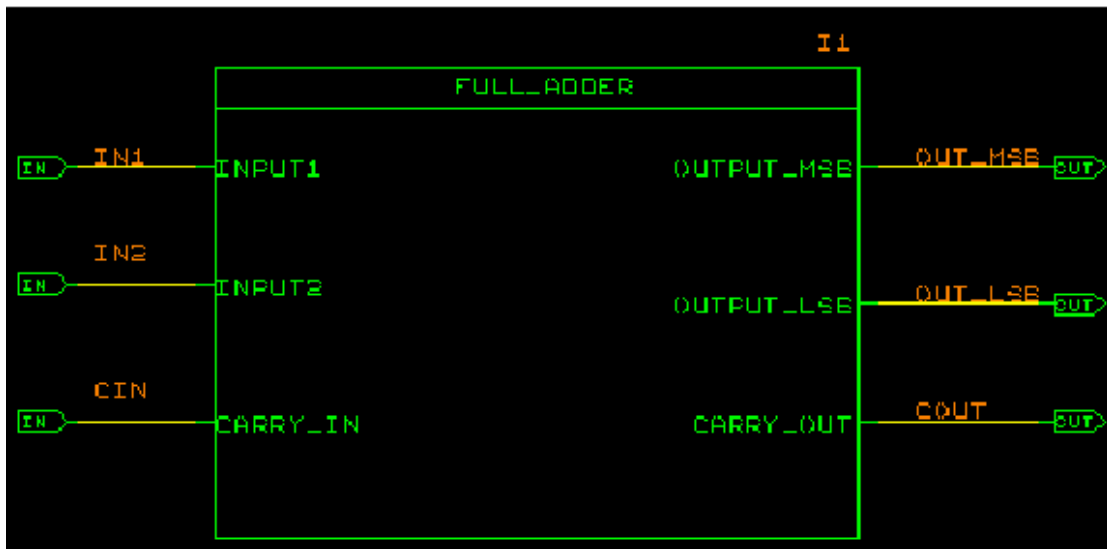

图 3.24
13. 入端口，从 Standard 库中选择 INPORT 添加在 IN、IN、CIN 信号名所在的线上。同样的方法添加 OUTPORT。如图 3.24